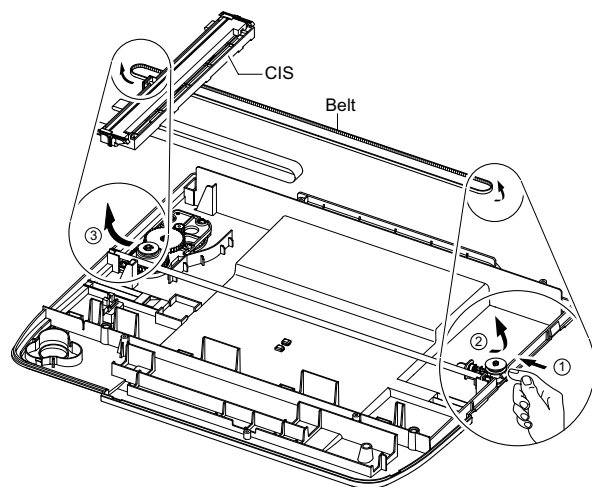

Рисунок 3
6. Нажмите на держатель в направлении стрелки и снимите ремень, рисунок 3. (Одновременно это освобождает CIS)